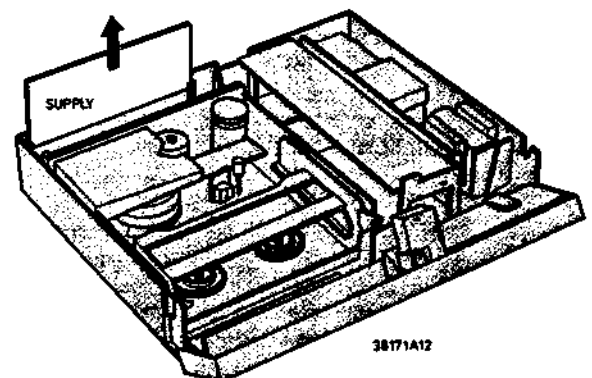

Fig. 2-3
2.3 Servicestellung von P009 (Stromversorgung), Bild 2-3